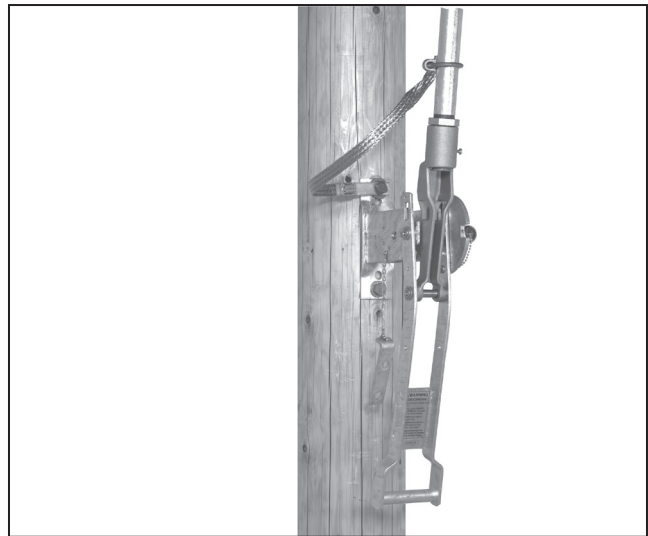

Figura 23. Extrayendo la barra de bloqueo y desenganchando el perno de la llave de bloqueo.
**PASO 43.** Retire el candado de la barra de bloqueo en el ensamble de la palanca de operación. Extraiga la barra de bloqueo. Ver Figura 23.